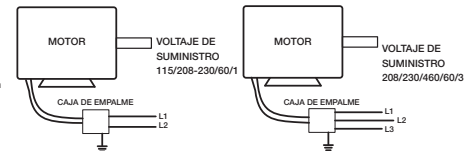

Figura 7 — Diagrama de Cableado Típico
- Monte y conecte el interruptor de desconexión segura que se encuentra debajo de la cubierta del ventilador y conecte el motor según el diagrama de cableado de conexiones. Consulte la Figura 7 en la sección Conexión eléctrica, página 5. Conecte los interruptores de control a nivel del suelo.
- Monte y conecte el interruptor de desconexión segura que se encuentra debajo de la cubierta del ventilador y conecte el motor según el diagrama de cableado de conexión del motor. Conecte los interruptores de control al nivel del suelo. Consulte la sección Conexión Eléctrica, en la página 5, Figura 7.
**NOTA:** Consulte la Figura 7 para conocer el diagrama de cableado.